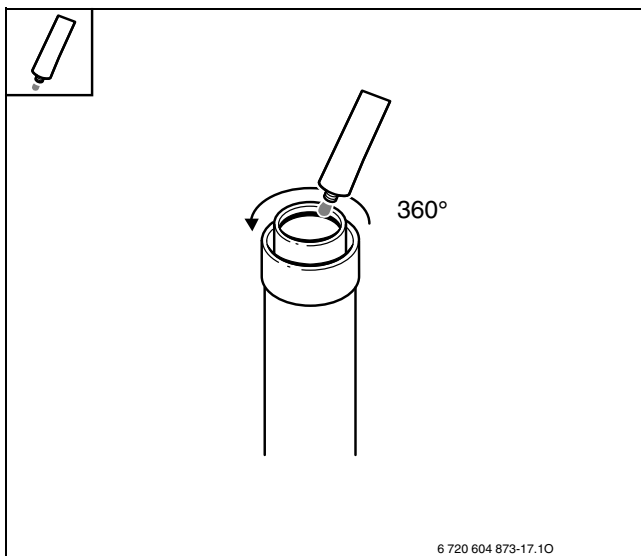

Рис. 35
►Злегка змастіть ущільнення газовивідної труби мастилом, що не містить розчинника (наприклад, вазеліном) (Рис. 35).